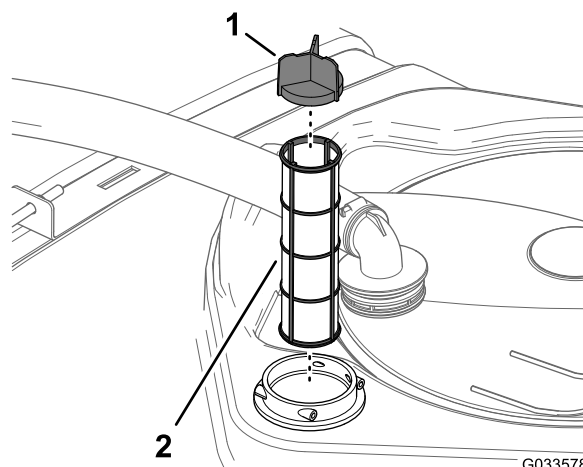

Bild 102
4. Entfernen Sie den alten Saugfilter aus dem Filtergehäuse im Behälter (Bild 102).